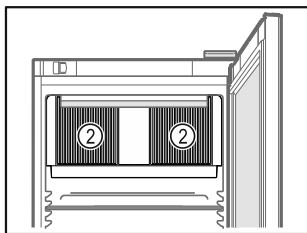

Fig. 63
- Sørg for at cirkulationsblæserens ventilationsåbninger Fig. 63 (2) i det indvendige rum altid er frie.